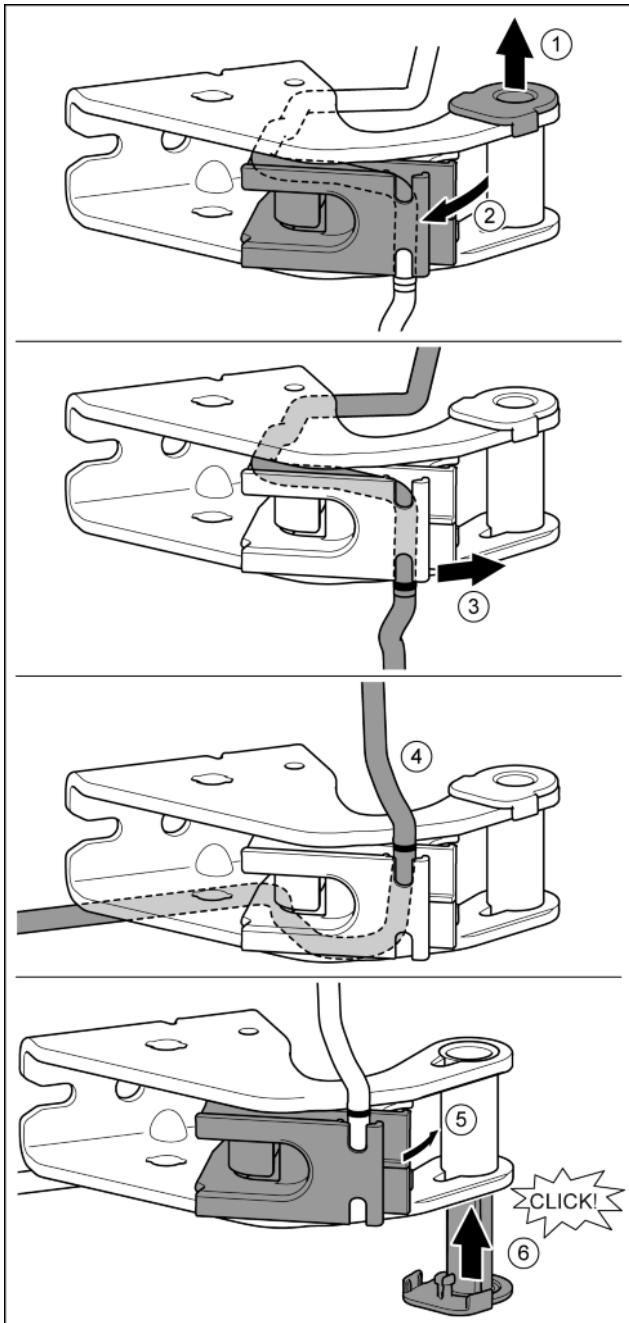

Fig. 23
- Опорную втулку вывести из направляющей. *Fig. 23 (1)*
- Отвести в сторону держатель кабеля. *Fig. 23 (2)*
- Высвободить кабель из направляющей. *Fig. 23 (3)*
- Вставить кабель, перевернув его в обратную сторону. *Fig. 23 (4)*
- Вернуть держатель кабеля в исходное положение. *Fig. 23 (5)*
- Установить и зафиксировать опорную втулку с другой стороны. *Fig. 23 (6)*